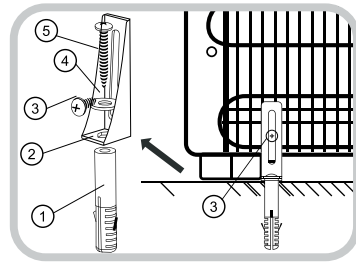

Fig.5
13. Instalación del Kit de Anclaje (Fig. 5)